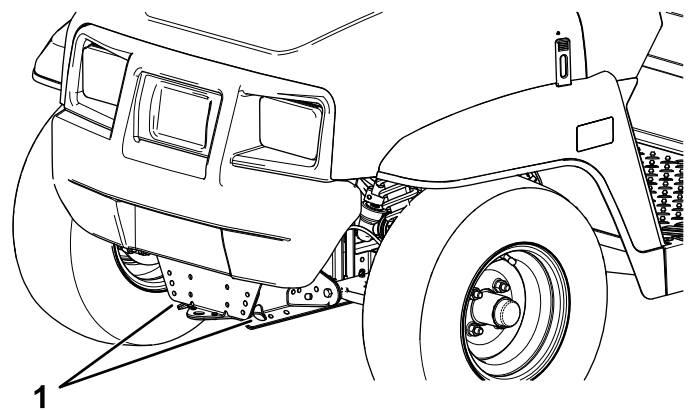
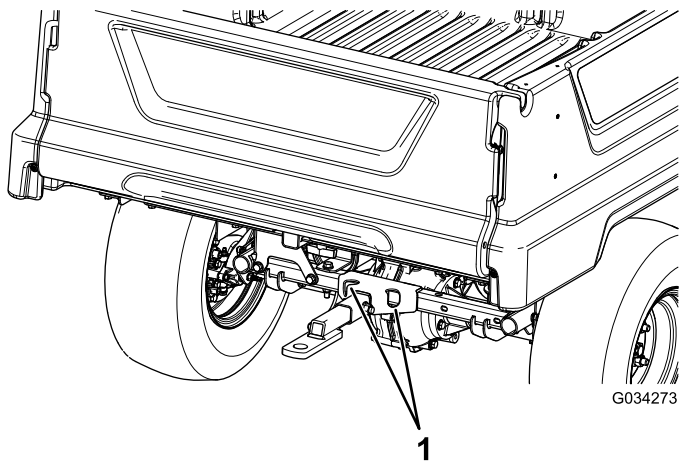

Figura 20
Figura 21
Consulte en Figura 20 y Figura 21 la ubicación de los puntos de amarre de la máquina.
2. Conecte un cable de remolque al punto de remolque, en la parte delantera del bastidor de la máquina (Figura 20).